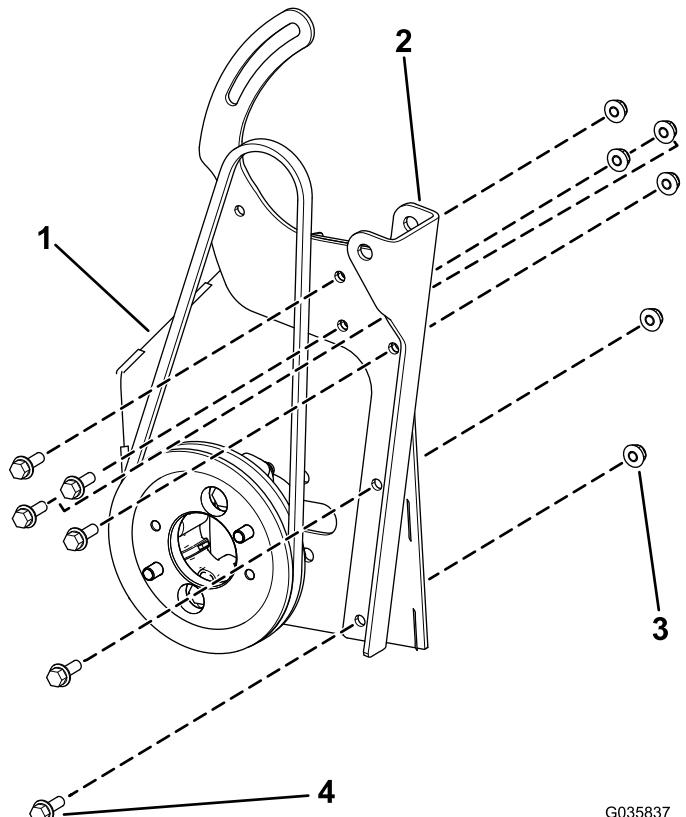

Figura 10
- Montate la staffa dell'alternatore sulla pompa idraulica con le 6 viti flangiate a testa esagonale (1/4 x 3/4 poll.) e 6 dadi flangiati (1/4 poll.) come illustrato nella Figura 10.